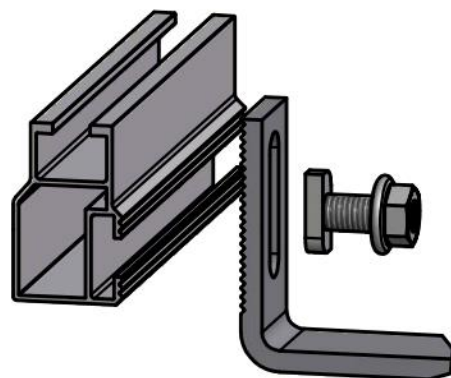

Abbildung 109: Trägerprofil-Montage
- Mit dem obersten oder untersten Trägerprofil beginnen. Schrauben nach den Befestigungspunkten (z.B. Dachhaken) ausrichten und montieren. Siehe Abbildung 109.